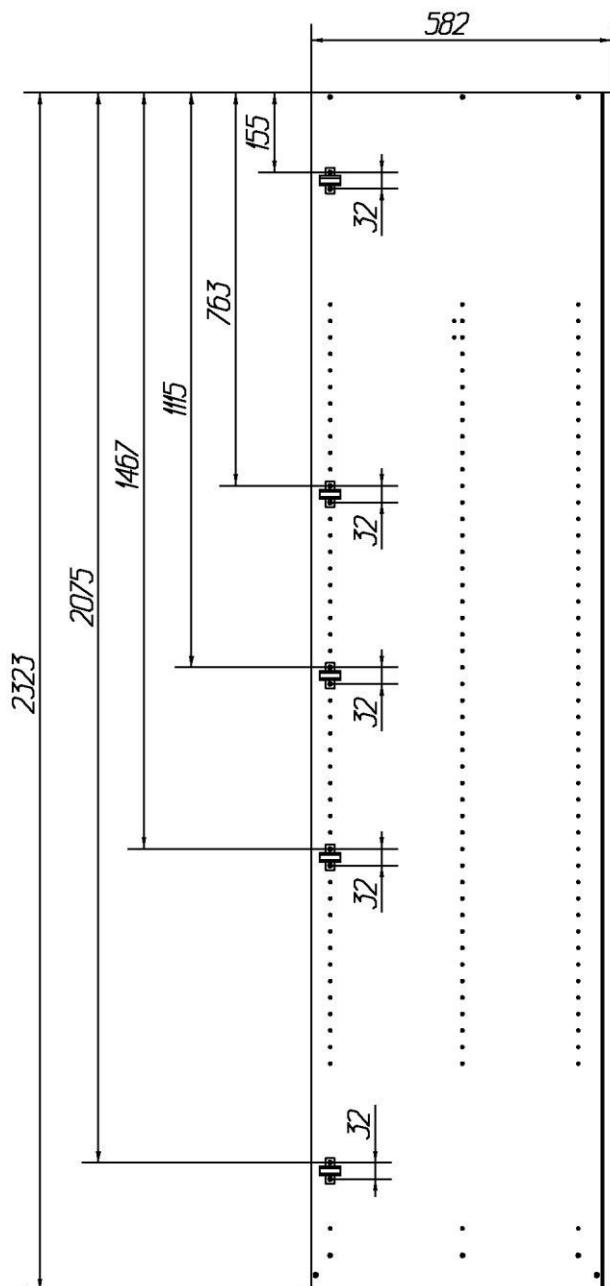

Рис. 2
2. На боковые стенки (1), (2) и залицовочные стенки (17) установить опоры с помощью шурупов 3,5x13мм (см. схему сборки и рис. 2).
Установить шкаф на предназначенное место и отрегулировать его положение с помощью регулируемых опор. Регулировка производится через отверстия в основании с помощью шестигранного ключа 6мм (рис. 2).